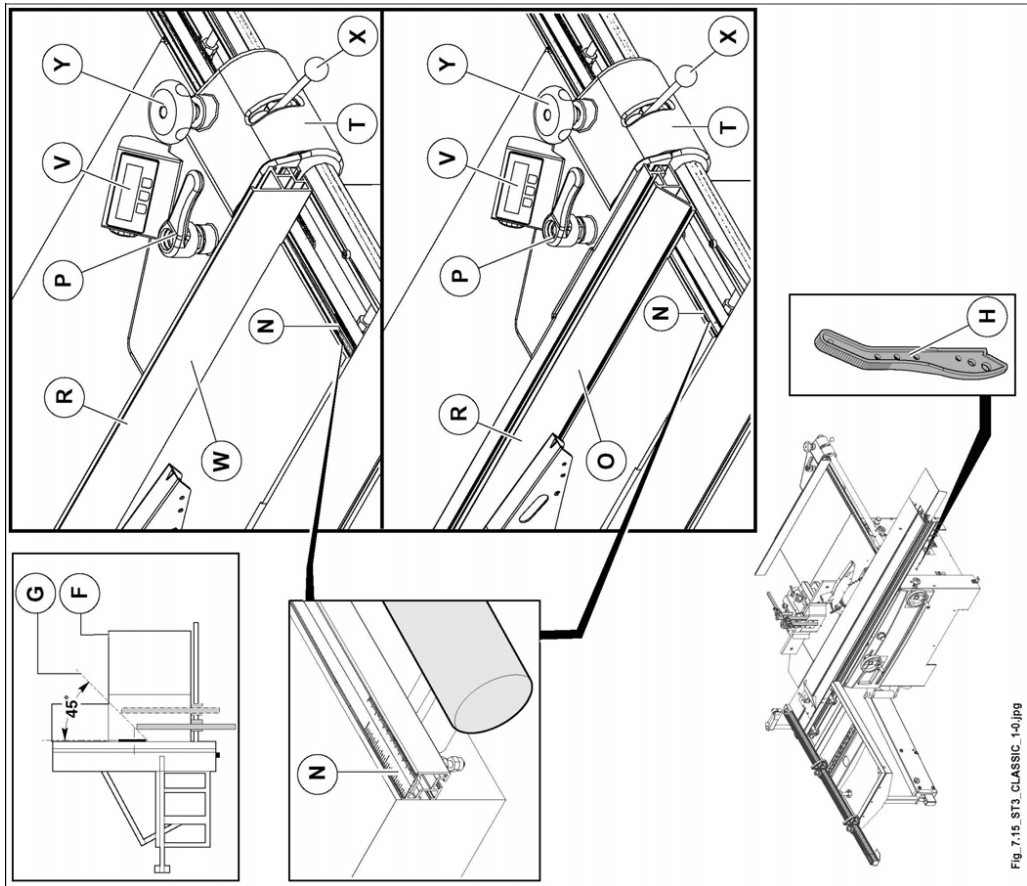

Abb. 7.15
- 2) An der Anzeige (V Abb. 7.15) Tasten  und  gleichzeitig drücken (Voreinstellungsmass erscheint), sich vergewissern, dass Symbol  angezeigt ist.
Zur Nulleneinstellung der Millimeterschiene (N Abb. 7.15) siehe Abs. 7.14.1.
Zur Verstellung des Anschlaglineales (R Abb. 7.15) in Längsrichtung hebel (P Abb. 7.15) lösen; nach Verstellung hebel festklemmen.
Das vordere Ende der Zeile darf nie am Ende des Tisches auf der Seite (F Abb. 7.15) herausragen, aber muss eine imaginäre Linie (G Abb. 7.15) erreichen, die am ersten Zahn an der Klinge beginnt und um 45° nach vorne geschoben wird. Dies soll verhindern, dass die Sägezähne beim Heben das Werkstück ergreifen und es gegen den Bediener schleudern.
Lineal (R Abb. 7.15) kann 2 verschiedene Positionen einnehmen nach Lösen des Hebels (P Abb. 7.15):
- 1) Vertikalstellung mit der dem Holzstück zugewandeten Seite (W Abb. 7.15) (an der Anzeige Taste  drücken bis Symbol  erscheint).
- 2) Horizontalstellung (Abb. 7.15) für Schnitte von dünnen Teilen und für Schrägschnitte (an der Anzeige Taste  drücken bis Symbol  erscheint).
solche Position ermöglicht den Vorschub des Holzstückes durch den mitgelieferten Schiebestock (H Abb. 7.15).
- 3) Nach jeder Verstellung Hebel (P Abb. 7.15) festklemmen.
- hebel (X Abb. 7.15) lockern;
- das Führungsaggregat (T Abb. 7.15) mit der Hand verschieben, wobei man sich auf das Meterlineal (N Abb. 7.15) oder auf den Anzeiger (V Abb. 7.15) bezieht.
- durch Drücken und Drehen des Knaufes (Y Abb. 7.15) vornehmen.
- Den Hebel (X Abb. 7.15) nach erfolgter Einstellung wieder festspannen.